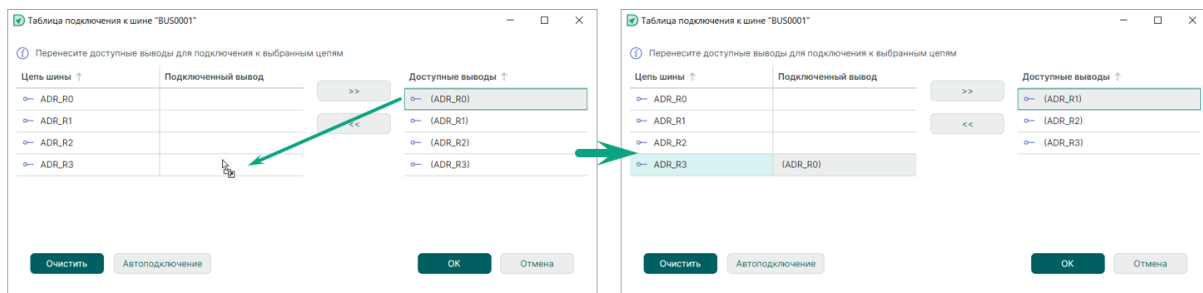

Рис. 216 Использование механизма «drag-and-drop» для установки соответствия между выводом и цепью шины
2. Переместите курсор мыши в левую часть окна в строку с именем подключаемой цепи шины, удерживая кнопку мыши зажатой, см. Рис. 216.